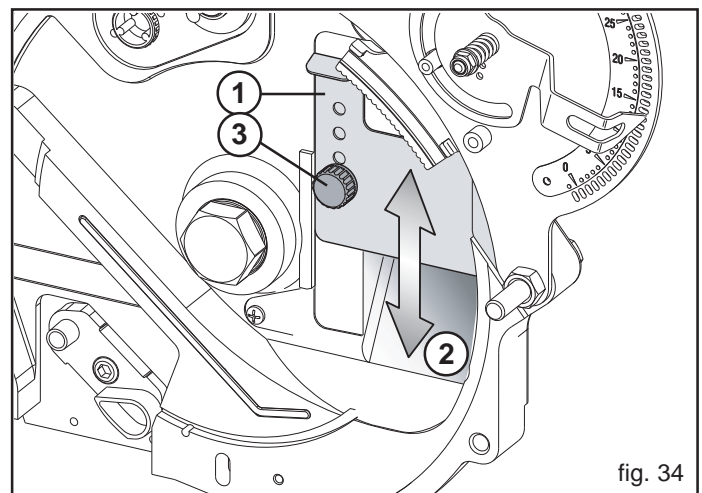

fig. 34
La piastrina anti-traboccamento (1, Fig. 34) è regolabile in quattro posizioni e definisce l'ampiezza della sezione di ingresso semi (2, Fig. 34), in modo che questi non possano fuoriuscire dal distributore per eccesso di alimentazione. La regolazione è necessaria quando vi sono terreni con notevoli pendenze o con semi di piccola dimensione.
N.B.: Assicurarsi che il pomello (3, Fig. 34) sia ben serrato.